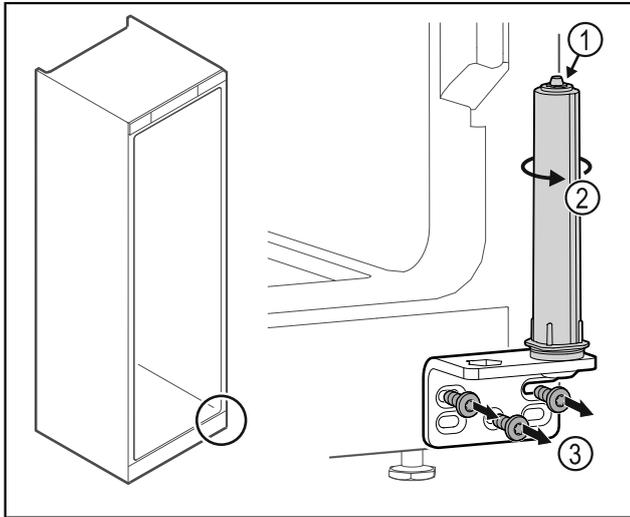

Fig. 18
- ▶ No desensamblar el sistema de cierre de la puerta Fig. 18 (1).
- ▶ Girar el sistema de cierre Fig. 18 (2) hasta que haga clic.
- ▶ Desatornillar la escuadra de bisagra Fig. 18 (3).